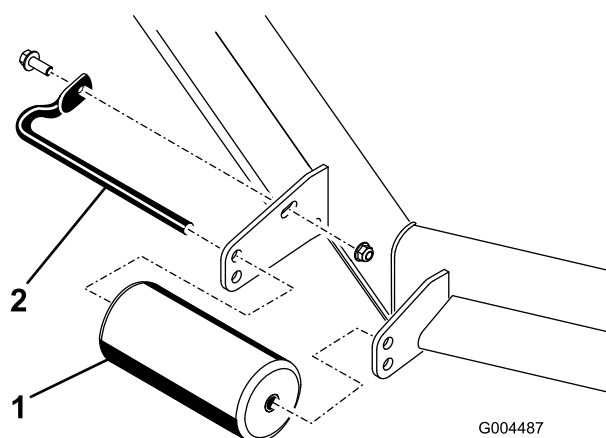

Figura 10
- Togliete i fermi di fissaggio da ciascun rullo sul tosaerba ed alzate o abbassate i rulli come opportuno (Figura 10).